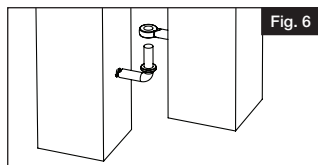
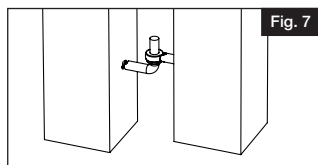

Fig. 6
Fig. 7
- d.) Twist both screw hooks in the same depth and align hooks (Fig. 6). Lift gate onto screw hooks (Fig. 7).
- Enfoncer les deux vis à crochet à la même profondeur et aligner les crochets (Fig. 6). Soulever la barrière sur les vis à crochet (Fig. 7).
- d.) Gire las dos bisagras de gancho a la misma profundidad y alinee los ganchos (Fig. 6). Levante el portón sobre los ganchos (Fig. 7).